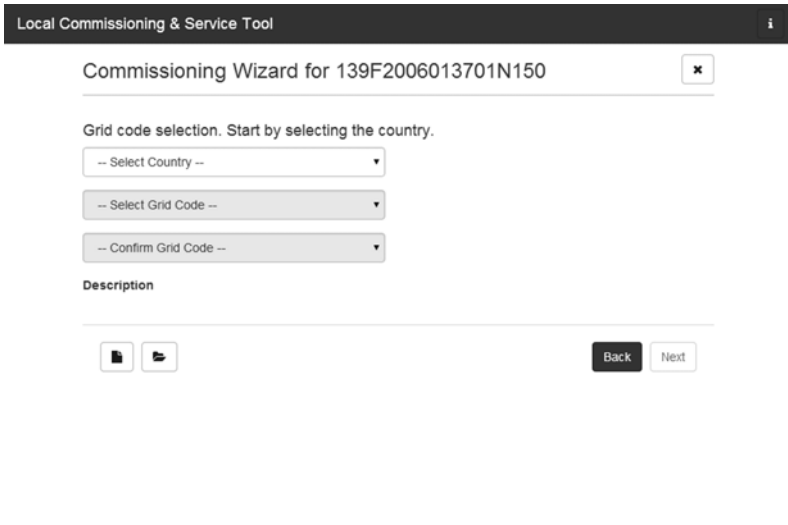

Abbildung 12: LCS-Tool - Land und Grid-Code auswählen
Grid-Code durch Anklicken der Schaltfläche **[Load]** laden (siehe Abbildung 12). Die Schaltfläche **[Create]** ist inaktiv und kann nicht verwendet werden.
7. Wählen Sie das gewünschte Land aus der Liste der verfügbaren Optionen für die Wechselrichter im Netzwerk (siehe Abbildung 12).